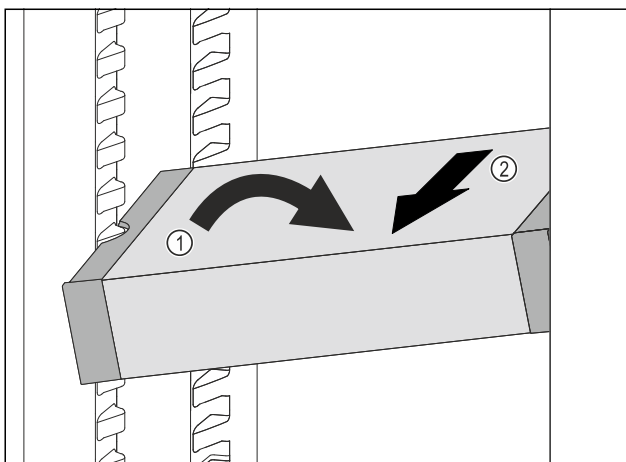

Fig. 73
- ▶ Встановити VarioSafe під кутом в охолоджувальному відділенні. Fig. 73 (1)
- ▶ Витягнути VarioSafe вперед. Fig. 73 (2)